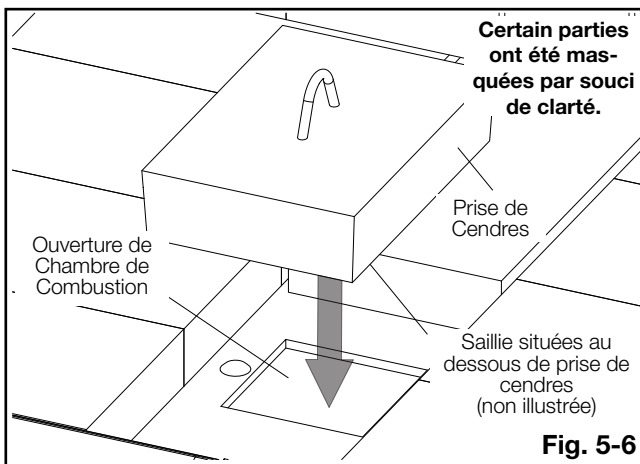

Fig. 5-6
5. Lors la zone autour de l'ouverture a été nettoyée, placez la prise de cendres nouvelle (fournie) sur l'ouverture. Assurez-vous que les saillies de la prise de cendres est encastrés dans l'ouverture au bas de la chambre de combustion (**Fig. 5-6**).